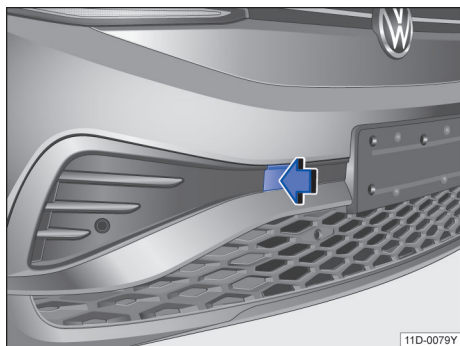

图 150 拆卸盖板
- 按压盖板的左侧区域 → 图 150（箭头），松开盖板的卡扣。